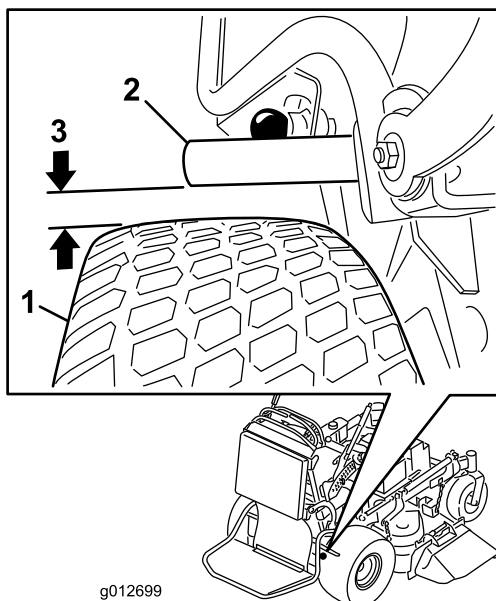

Figura 60
4. Con el freno quitado, mida la distancia entre la barra de freno y el neumático. La distancia debe ser de 5 a 8 mm (3/16 a 5/16 pulgadas) (Figura 60). Si es necesario ajustarlo, consulte Ajuste del freno de estacionamiento.
5. Ajuste la horquilla. La distancia entre la barra de freno y el neumático debe ser de 5 a 8 mm (3/16 a 5/16 pulgada). Para apretar el freno, gire la horquilla hacia arriba. Para aflojar el freno, gire la horquilla hacia abajo (Figura 60).